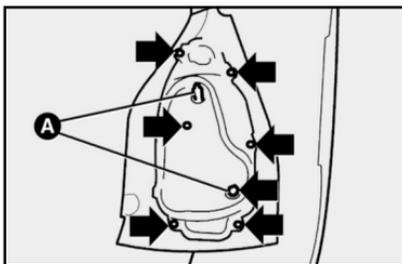

fig. 37
1) por el interior del compartimiento de equipajes, tire de la cinta provista de cremallera adhesiva y suelte las tuercas **A-fig. 37**;
3) saque el conjunto portalámparas quitando los tornillos indicados por las flechas **fig. 37**;